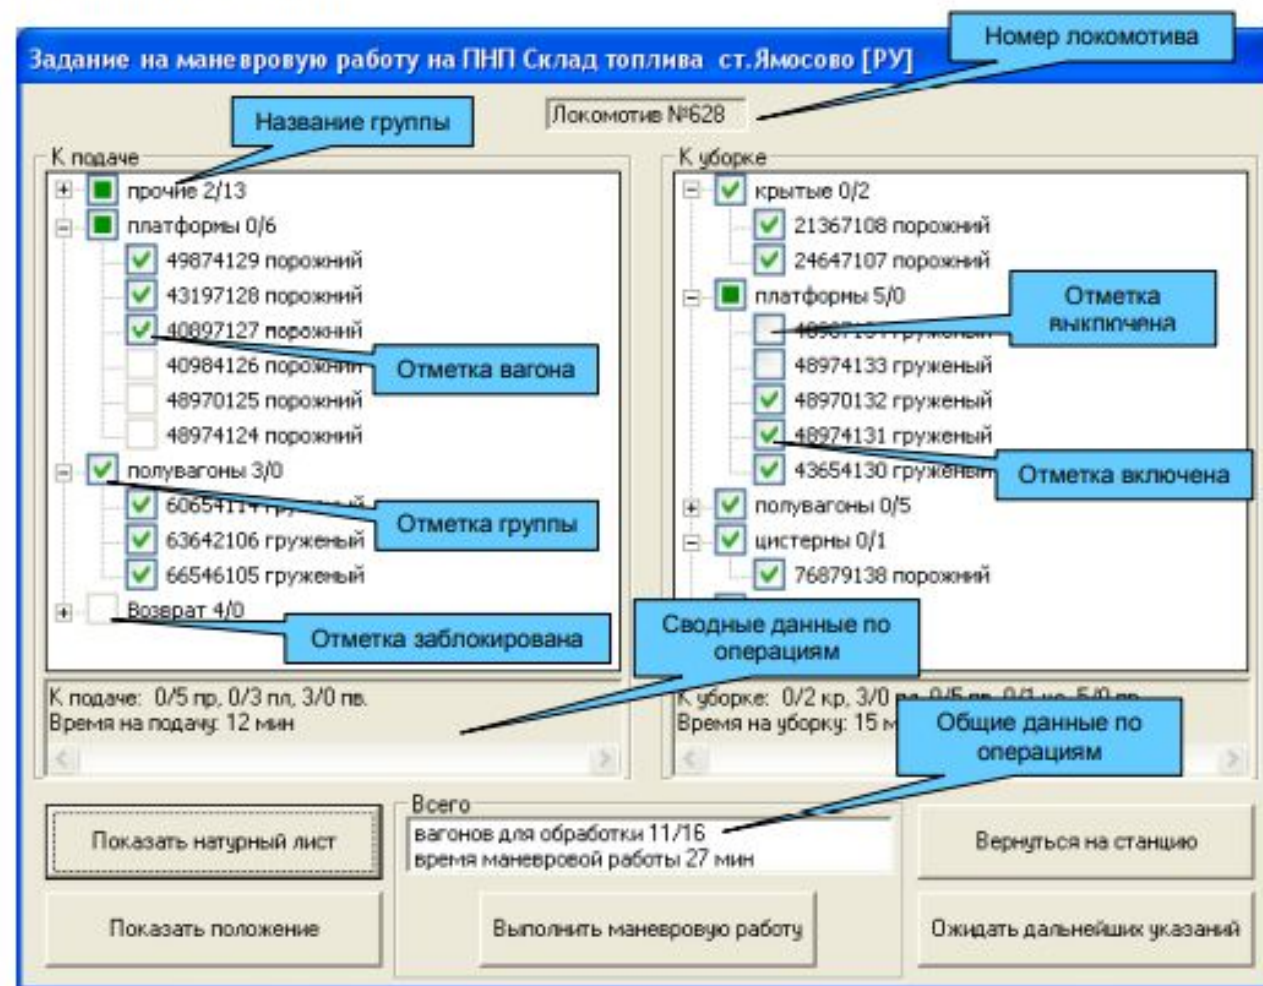

Рис.8 Окно «Задание на маневровую работу на ПНП».
- «Маневровая работа» – вызывает окно маневровой работы «Задание на маневровую работу на ПНП» (рис.8) или окно выполнения маневровой работы «Выполнение маневровой работы на ПНП» (рис.10) в зависимости от того, началась данная работа или нет. Пункт активен только при нахождении локомотива на ПНП.
3. Нажатием кнопки «Показать положение» в окне «Задание на маневровую работу на ПНП» (Рис.8).
- Маневровая работа – вызывает окно маневровой работы (Рис.8) или окно выполнения (Рис.10) в зависимости от того, началась данная работа или нет;